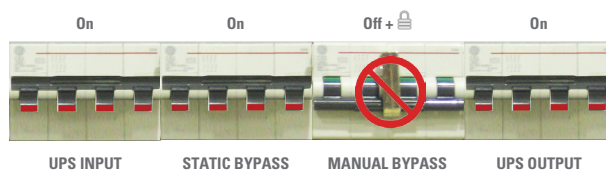

Fig. 15. Posición de los interruptores del cuadro de bypass en «Funcionamiento normal» (con un SAI).
- En la ilustración de la Fig. 15 se muestra la posición en que deben encontrarse los interruptores del cuadro después de la operatoria descrita hasta este punto.